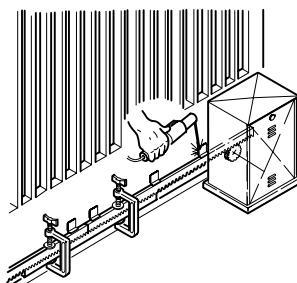

Fig. 11A
- 4) Acercar otro elemento de cremallera al anterior, utilizando un trozo de cremallera para poner en fase el dentado de ambos tramos (fig. 11A).